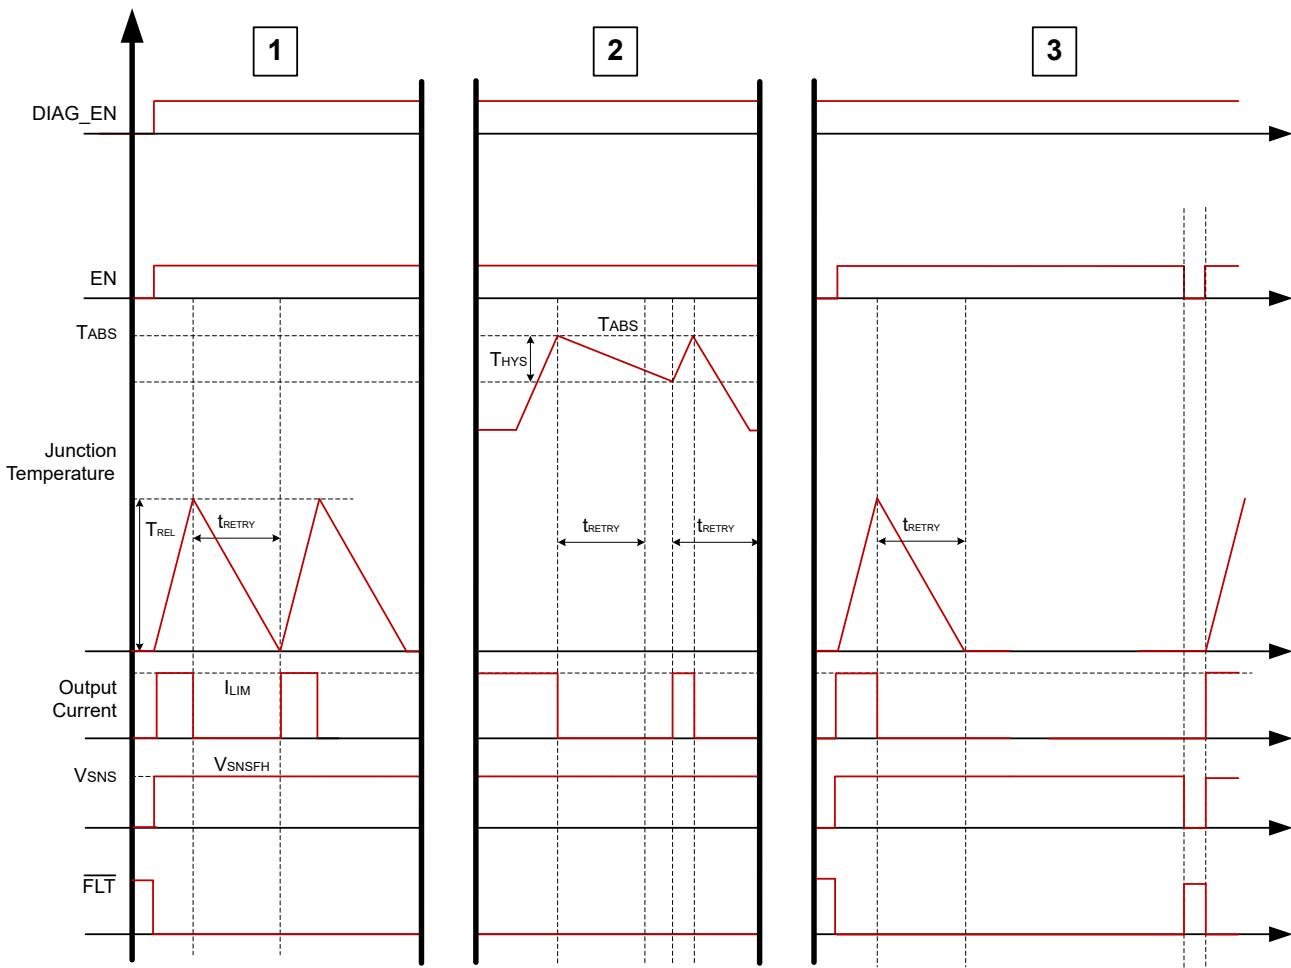

図 7-14. 热挙動
過熱保護動作は、起こり得るイベントを 3 つのカテゴリに分割することができます。図 7-14 に、これらの各カテゴリを示します。
- 相対サーマル シャットダウン:** デバイスは、過電流イベントでも有効です。出力電流は I_{ILIM} レベルまで上昇し、 \overline{FLT} は low になります。このように大量の電流が流れるため、FET の接合部温度はコントローラの温度に対して急速に上昇します。パワー FET 温度がコントローラの接合部温度 $\Delta T = T_{FET} - T_{CON} > T_{REL}$ を上回ると T_{REL} に上昇すると、デバイスはシャットダウンします。自動再試行バージョンでは、 t_{RETRY} 後にデバイス自体が再起動を試みます。ラッチバージョンでは、チャネルを再度有効にするため、EN を切り替える必要があります。 \overline{FLT} ピンは、故障状態が解消されるまでアサートされたままになります。図 7-14 の最初のプロットは、自動再試行バージョンの相対サーマルシャットダウン動作を示しています。
- 絶対サーマル・シャットダウン:** 過電流イベントでもデバイスは有効なままであります。ただし、この場合、接合部温度は上昇し、絶対基準温度 T_{ABS} に達すると、シャットダウンされます。自動再試行バージョンでは、 $T_J < T_{ABS} - T_{hys}$ と t_{RETRY} タイマが共に終了するまで、デバイスは回復しません。ラッチバージョンの場合、チャネルを再度有効にするには、EN を切り替える必要があります。図 7-14 の 2 番目のプロットは、自動再試行バージョンの絶対サーマルシャットダウン動作を示しています。
- ラッチ動作:** デバイスは、過電流イベントでも有効です。DIAG_EN ピンが high であれば、SNS および FLT で診断を監視できます。ラッチ付きバージョンのデバイスでは、サーマルフォルト、相対サーマルシャットダウンまたは絶対サーマルシャットダウンのいずれかによってデバイスがシャットダウンした場合、EN ピンが切り替わるまで、デバイスはチャネルを有効化しません。図 7-14 の 3 番目のプロットは、LATCH ピンが HIGH のとき、LATCH ピンのバリエントの相対的なサーマルシャットダウン動作を示しています。